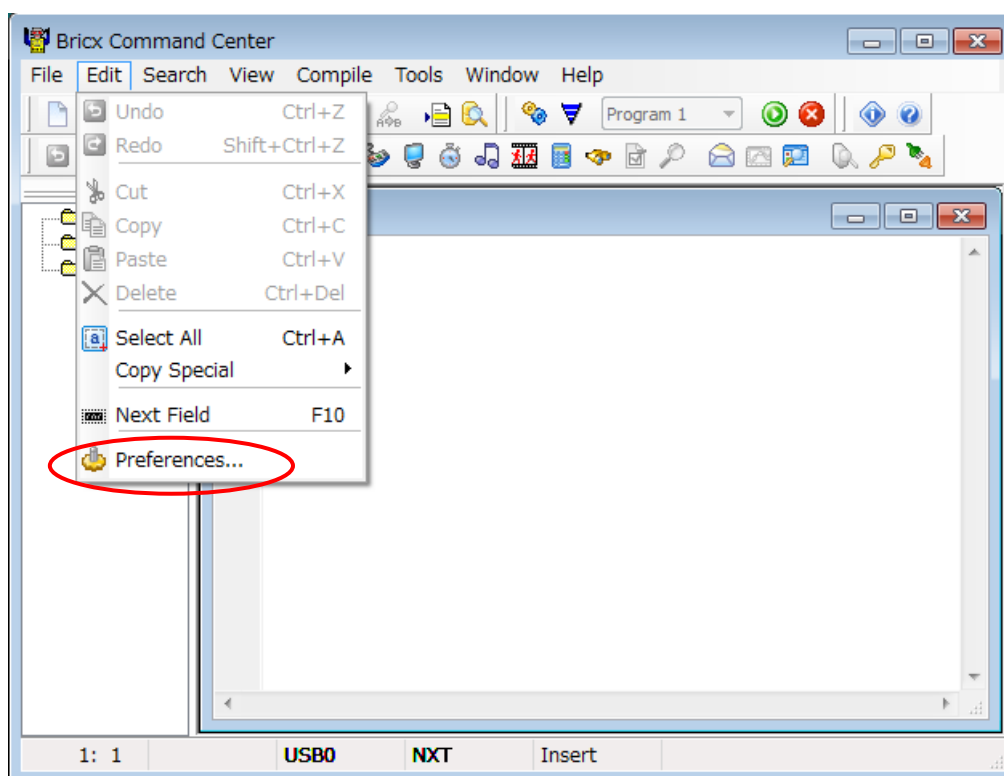

図1-8 設定ウィンドウを開く
- ⑥ プログラムの表示や編集のための設定をします。まず、メニューバーの「Edit（編集）」をクリックし、さらに「Preferences（初期設定）」をクリックします（図1-8）。つぎに、図1-9のように「Editor（編集）」タブを選択します。図1-10のような画面に切り替わるので、図中で示した項目のチェックを外します。「Color code the program（プログラムのカラーコード）」の項目は、日本語フォントを使わないときはチェックを入れて、プログラムを色づけして見やすくできます。日本語フォントを使うときは、うまく表示されないときがあるので、チェックを外しておきます。また、行と行の間に空白を少し入れて見やすくしたいときは、「Extra line spacing（拡張行間）」の数値を大きくします。